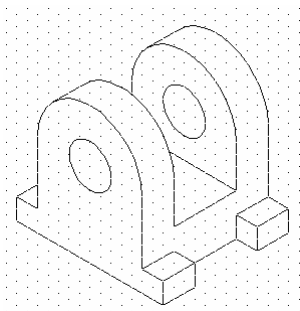

图 5.1 支架
本案例绘制的是如图 5.1 所示的支架。主要介绍了具有立体效果的平面图形的基本绘制方法。
(7) 用 TRIM 命令和 ERASE 命令对多余的线段或者弧线进行剪切和删除, 得到最后的效果 (见图 5.1)。
(8) 最后单击 SNAP 和 GRID 按钮, 关掉 SNAP 和 GRID 辅助工具。